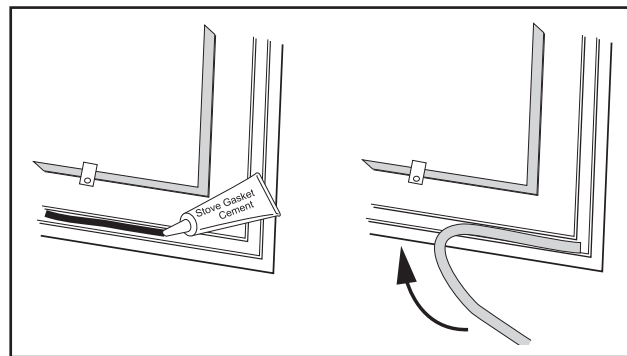

図3.6 ガスケットシリコン又はセメントを入れ、ガスケットを定位置に押し込む。
5. きれいに掃除した溝の中に切れ目のないように約3mm幅にシリコン又はセメントを入れます。（図3.6）
6. ガスケットを一方の端から溝に押し込んでいきます。（図3.6）ガスケットを一巡させて余分を切り落とす際は端同士がきっちりと接触するようにします。余分な部分を切り落とす際はほつれた面は切り落とし、きれいな面同士が接触するように注意します。端同士が重なったり、端がほつれたままにしないでください。